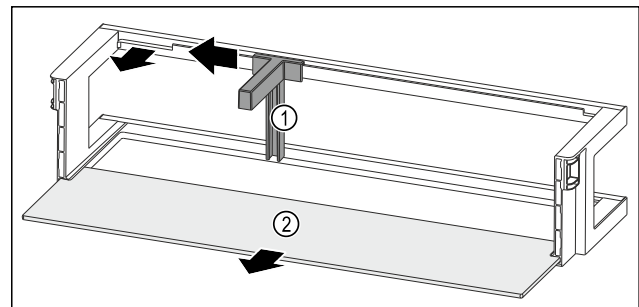

Fig. 134 Türabsteller mit Flaschenhalter und Abstellfläche
- ▶ Flaschenhalter Fig. 134 (1) bis zur Aussparung zur Seite schieben.
- ▶ Flaschenhalter Fig. 134 (1) entnehmen.
- ▶ Abstellfläche Fig. 134 (2) entnehmen.